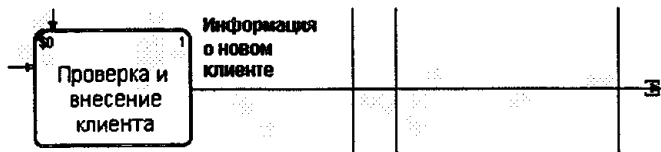

Рис. 11. Граничная стрелка «Информация о новом клиенте» на диаграмме A22
6) В случае внесения новых клиентов в работе «*Проверка и внесение клиента*» на диаграмме A22 «*Оформление заказов*» информация должна направляться к работе «*Привлечение новых клиентов*» диаграммы A23 «*Исследование рынка*». Для этого необходимо использовать инструмент Off-Page Reference. На диаграмме A22 «*Оформление заказов*» создайте новую граничную стрелку, исходящую от работы «*Проверка и внесение клиента*», и назовите ее «*Информацией о новом клиенте*» (рис. 11).